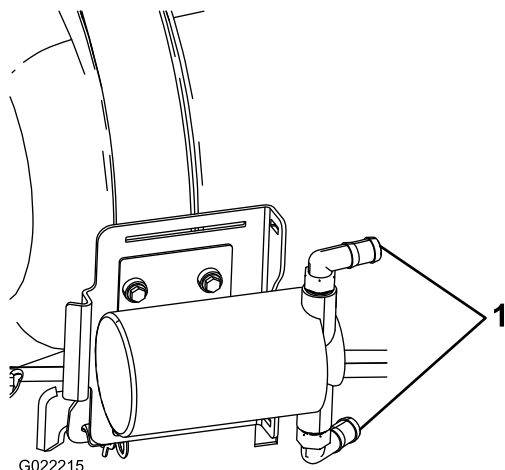

Figure 9
5. Fixez les cannelures de branchement de la pompe comme montré à la Figure 9.